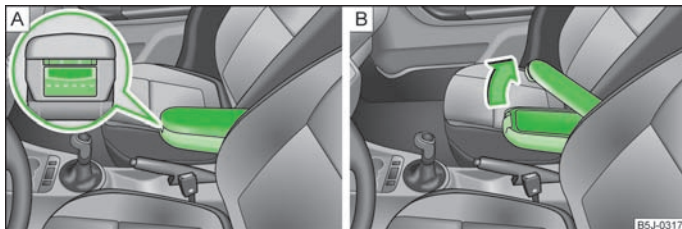

Fig. 69 Apoio de braço: compartimento de arrumação / abrir o compartimento de arrumação
- Prima o botão inferior no lado frontal do apoio do braço » Fig. 69 - [A].
- Prima o botão superior e vire a tampa do compartimento de arrumação para cima » Fig. 69 - [B].